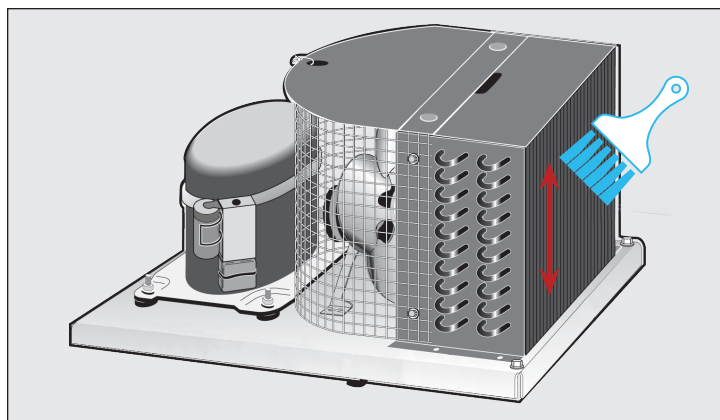

Fig. 2. Con un cepillo de cerdas duras, limpie la suciedad acumulada en el serpentín del condensador
3. Con un cepillo de cerdas duras, limpie cuidadosamente la suciedad acumulada en las aletas frontales del serpentín del condensador. Consulte la fig. 2.